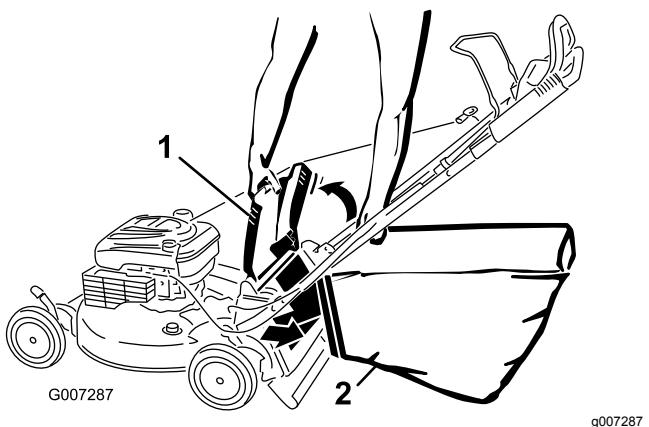

Figura 24
- Cuelgue el extremo superior delantero de la bolsa de las muescas (Figura 24).